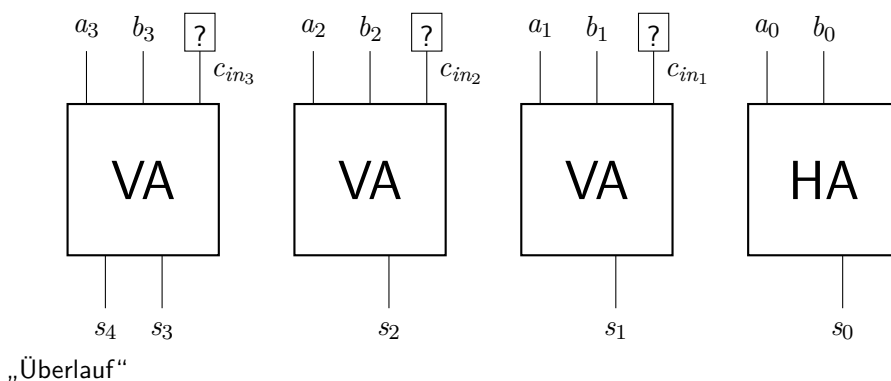

Abbildung 4.4: Carry-Look-Ahead-Paralleladdierer – Schaltnetz
*Idee:* Der  $c_{in}$ -Eingang wird nicht von vorausgehenden VA (oder HA) übernommen, sondern durch ein „magisches CLA-Schaltnetz“ nachberechnet. *Genauer:* Für die Berechnung von  $c_{in_i}$  müssen alle vorherigen Eingänge  $a_j, b_j, j < i$  berücksichtigt werden. Abbildung 4.4 zeigt dieses „magische CLA-Schaltnetz“.